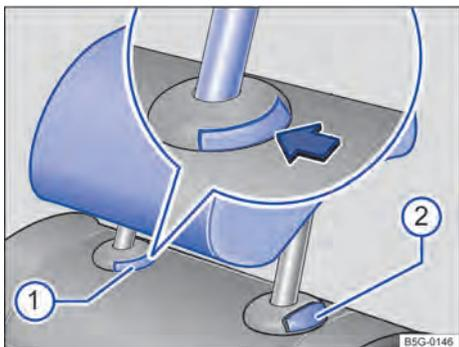
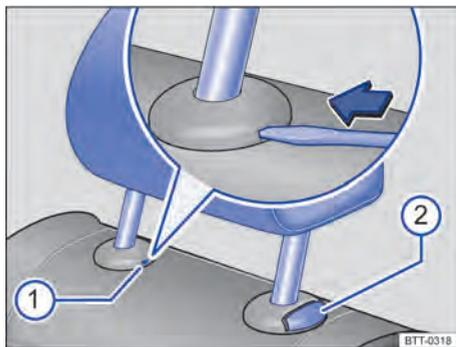

Fig. 51 Desinstalar o apoio para cabeça traseiro (variante 1).
Fig. 52 Desinstalar o apoio para cabeça traseiro (variante 2).
- Pressionar o botão ⇒ Fig. 51 ① na guia do apoio para cabeça.
- Ao mesmo tempo, pressionar o botão ②, enquanto outra pessoa retira totalmente o apoio para cabeça.
- Se necessário enfiar a haste da chave rebatida da chave do veículo ou a lâmina da chave de fenda das ferramentas de bordo na fenda da capa de cobertura ⇒ Fig. 52 ①.
- Empurrar o apoio para cabeça para baixo com o botão ⇒ Fig. 51 ② ou ⇒ Fig. 52 ② pressionado.